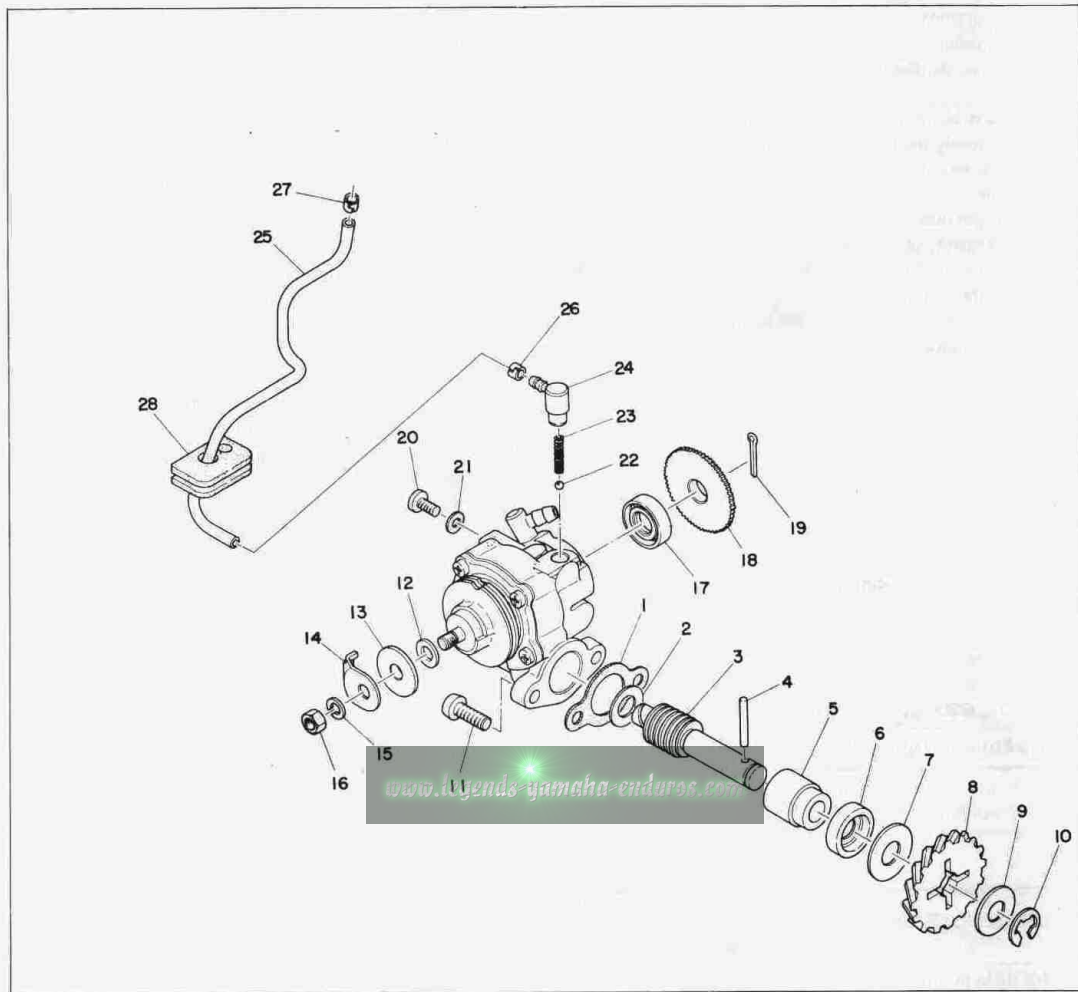

Fig. 3-4-21
b. Disassembly is straight forward and can be accomplished by the parts illustration. (Fig. 3-4-21)
b. Le démontage est très rapide et on peut l'exécuter en s'aidant de l'illustration des pièces. (Fig. 3-4-21)